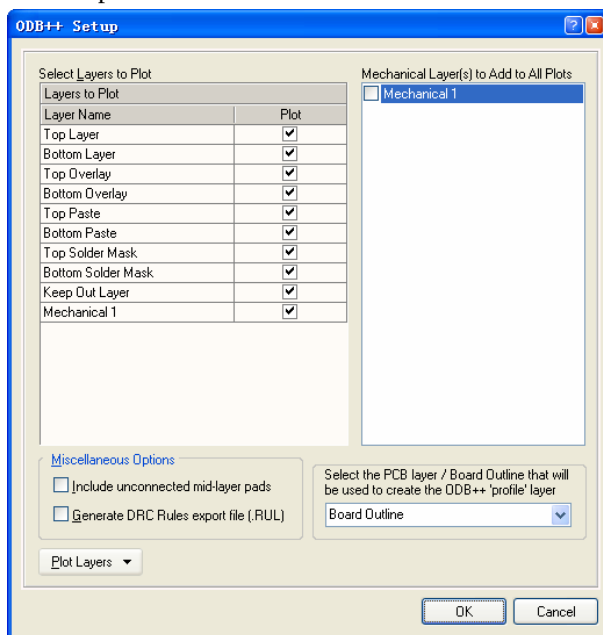

图 9.10 “ODB++Setup”对话框
(2) 在主菜单中选择“File”->“Fabrication Output”->“ODB++Files”命令，打开如图 9.10 所示的“ODB++Setup”对话框。